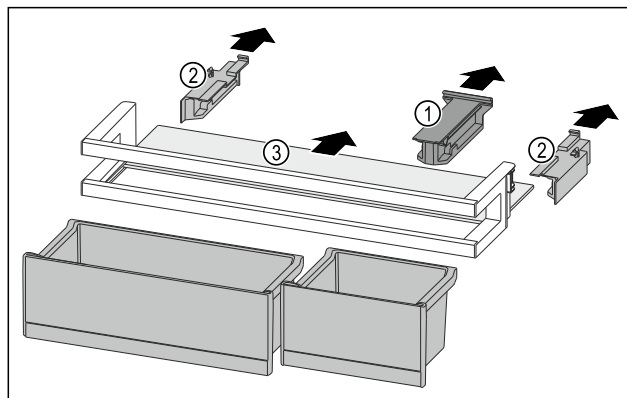

Fig. 92
- Držák Fig. 92 (1) stáhněte.
- Boční díly Fig. 92 (2) stáhněte.
- Odkládací plochu Fig. 92 (3) odeberte.